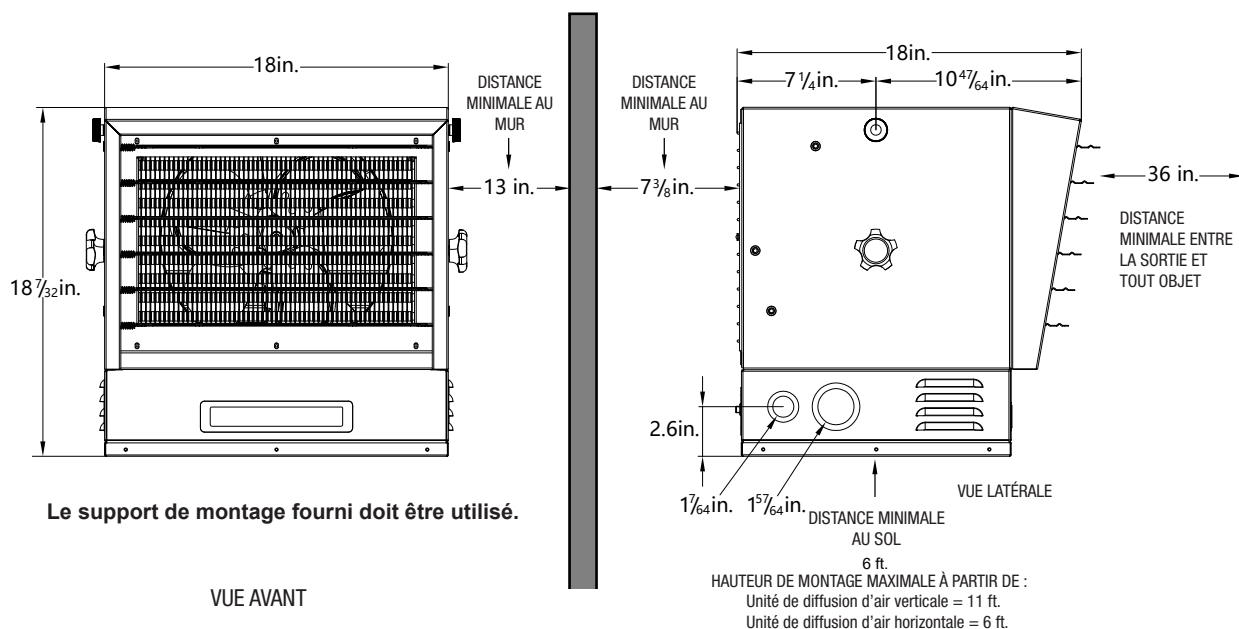

Figure 2
Pour des dégagements spécifiques, voir la figure 2.
Installez le radiateur à l'écart des zones de circulation et maintenez le dégagement minimal décrit à la figure 2. Le passage d'air ne doit pas être obstrué par des colonnes ou des machines, et l'air doit longer les murs plutôt qu'être poussé directement sur ces derniers. Lorsque plusieurs radiateurs sont utilisés, ils doivent être disposés de façon à créer un passage d'air continu avec les autres radiateurs afin de mieux faire circuler l'air chaud, comme illustré à la figure 3.
2. Déterminez l'emplacement de fixation du support en respectant les distances indiquées sur la figure 2 à la page 37.